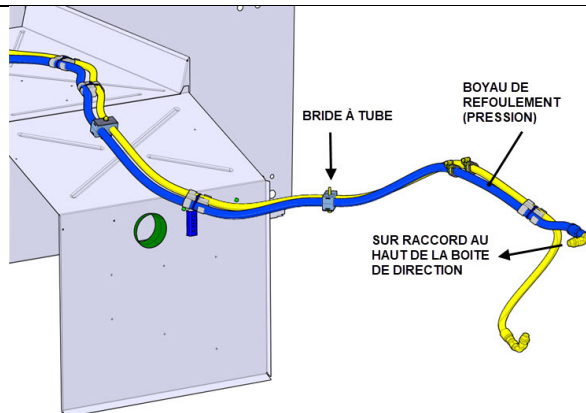

FIGURE 28
- Dans le compartiment de la roue de secours, il est enveloppé d'une gaine jaune et est connecté au haut du boîtier de direction (fig. 28).